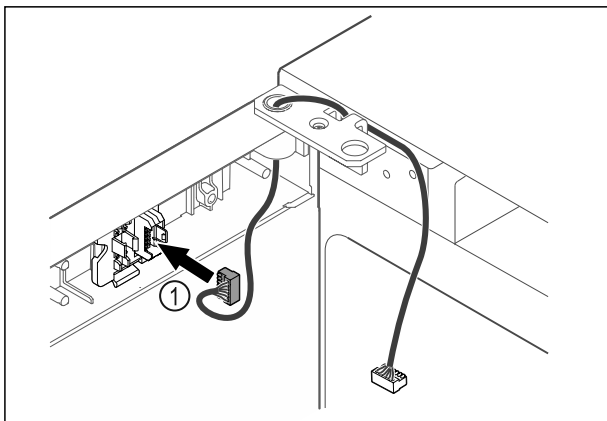

Fig. 48
- ▶ Τοποθετήστε το φιν Fig. 48 (1) στο στήριγμα του φιν.